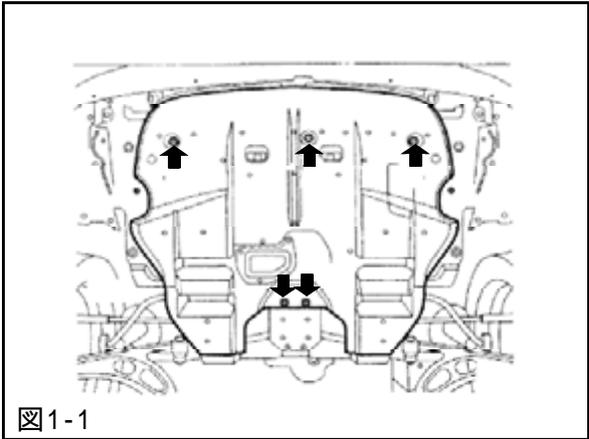

図1-1
- (1) バッテリーのマイナス端子を取外してください。
- (2) ストラットタワーバーを取外してください。
- (3) アンダカバーを取外してください。(図1-1)
- (4) 冷却水を抜取ってください。